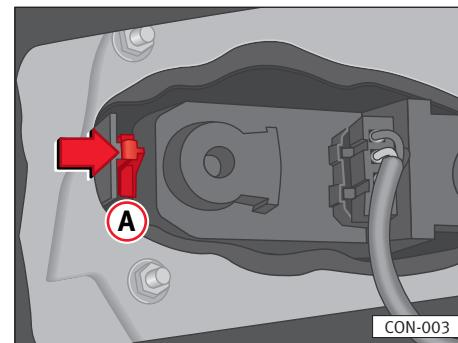

Fig. 159
- Presionar la lengüeta ⇒ fig. 159 A para liberar el portalámparas y retirar este último.